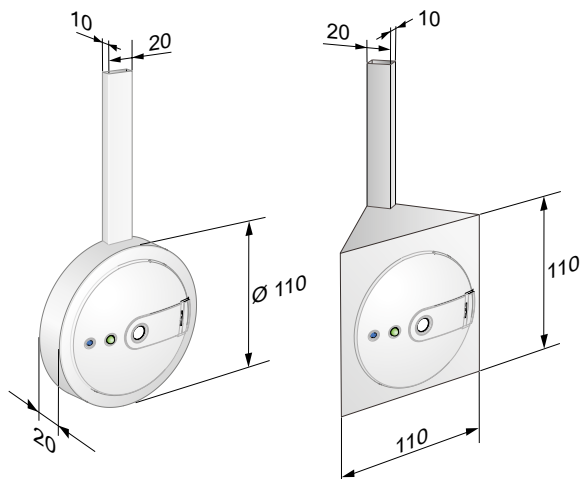

Abbildung 2. Detect SME, Wand- und Eckenausführung werden gemäß der separaten Anleitung montiert.
- DETECT SME, komplettes Sensormodul (Abbildung 2), wird gemäß der separat mitgelieferten Anleitung montiert.